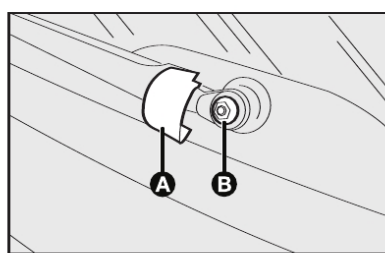

fig. 16
Substituição da palheta do limpador do vidro traseiro fig. 16
1) Levantar a capa protetora A-fig. 16.
2) Desparafusar a palheta e substituí-la B-fig. 16.